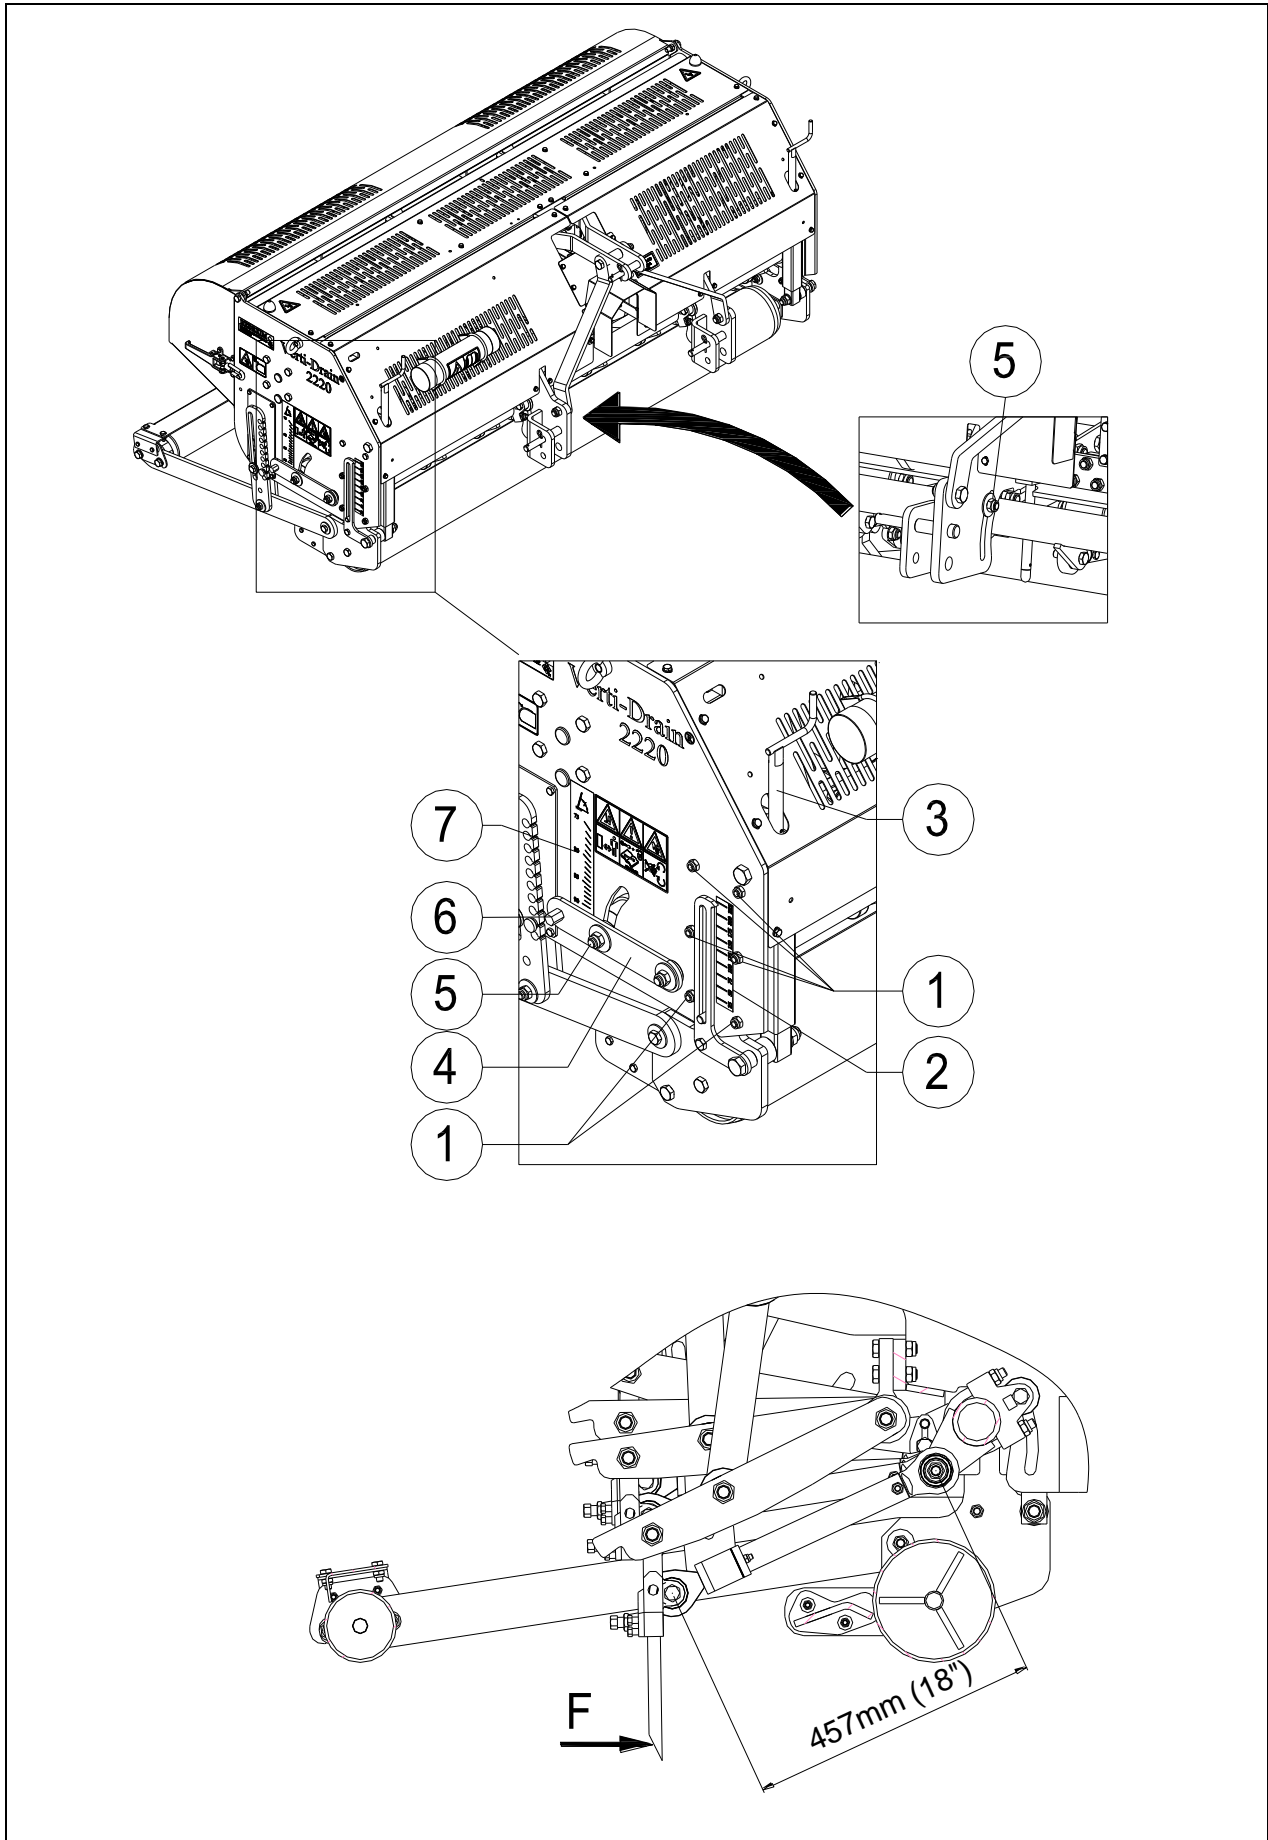
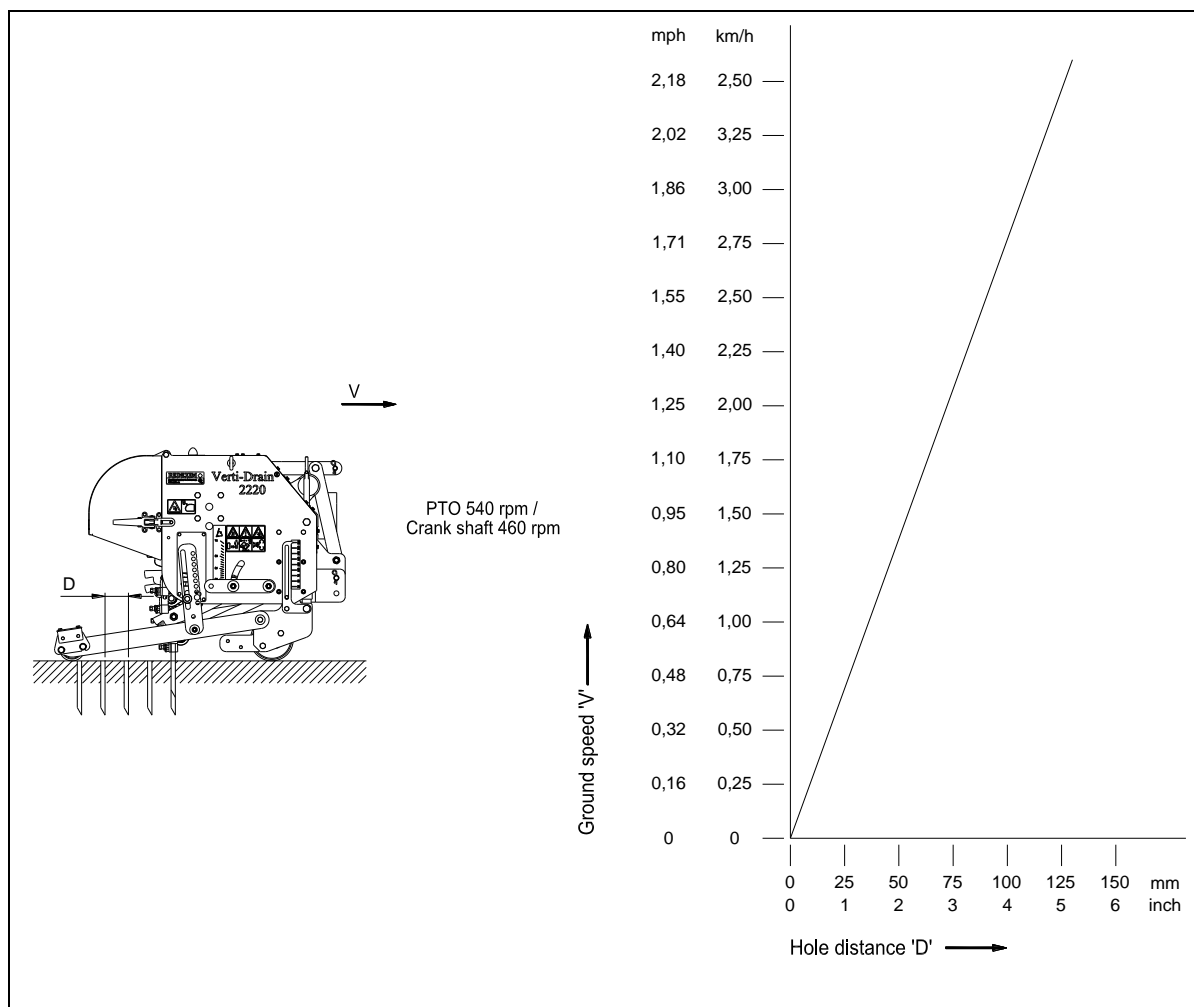

Fig. 10
Fig. 11
Tutte le spine possono essere impostate contemporaneamente con le leve (4) sul lato della macchina. Si veda la fig. 10. Sollevare la macchina sopra il terreno e svitare il dado (5) su entrambi i lati. Regolare l'angolo ponendo la chiave ad anello fornita a correndo sull'esagono (6) della leva (4). Sull'indicatore (7) si può leggere l'angolo. Togliere di nuovo la chiave ad anello e in seguito avvitare di nuovo il controdado (5).
-  A 90 gradi, le spine entrano nel terreno solo orizzontalmente a condizione che la macchina sia stata installata correttamente, si veda la fig. 10. Se l'installazione non è corretta, si crea una forza F, si veda la fig. 11, che danneggia la macchina.
La distanza dei fori D, fig. 11, nella direzione di guida viene determinata dalla velocità di guida stessa. Se il cliente richiede una distanza minore fra i fori, si deve guidare lentamente, il che dipende dal trattore.
Nella fig. 11 viene riportata una tabella con la correlazione fra la velocità di guida e la distanza dei fori. Se la velocità di guida del trattore è di 540 giri/min sulla presa di forza, si può determinare la distanza dei fori.